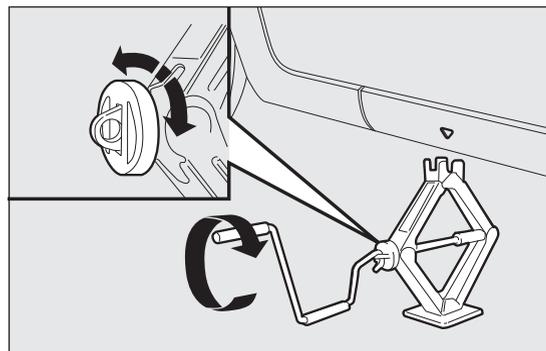
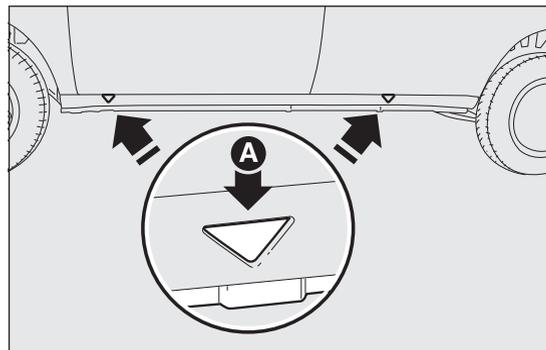

fig. 128
fig. 129
- ❑ azionare il cric, in modo da aprirlo parzialmente fig. 128, quindi posizionarlo sotto il veicolo in corrispondenza dei riferimenti **A** fig. 129 vicino alla ruota da sostituire;